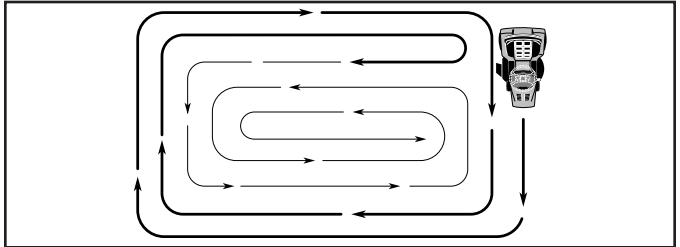

Fig. 11
- Pour tondre une grande surface, on vous conseille de commencer par tourner à droite, de façon à ce que l'herbe ne soit pas déversée sur les arbustes, les clôtures, les allées, etc. Après un ou deux tours, tondez en sens inverse en tournant à gauche jusqu'à ce que le travail soit achevé. (Voir la Fig. 11).